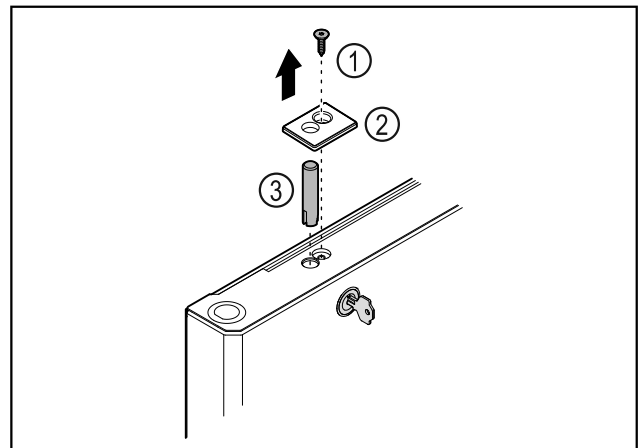

Fig. 42
- ▶ Schraube Fig. 42 (1) entfernen.
- ▶ Abdeckung Fig. 42 (2) mit einem kleinen Schraubendreher ausrasten und abnehmen.
- ▶ Schlossbolzen Fig. 42 (3) herausziehen.